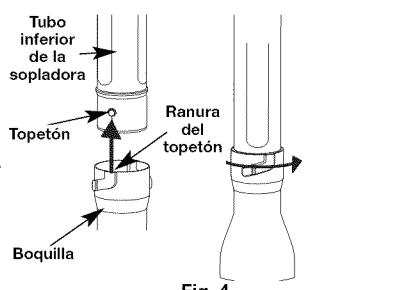

Fig. 4
- Inserte el tope del tubo inferior de la sopladora en la ranura de tope de la boquilla (Fig. 4).
- Mientras que sostiene el tubo más bajo del soplador, tuerza el inyector a la derecha hasta que se trabe en lugar (Fig. 4).